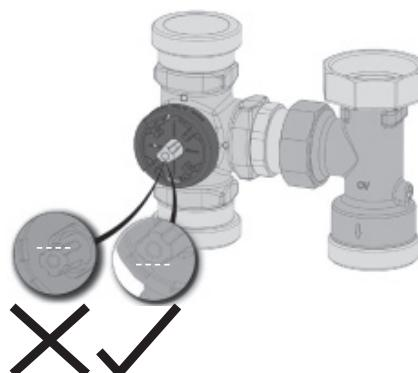

Рис. 17
3. Проверить положение вентильной вставки смесителя. Ее плоская сторона должна указывать вниз и быть выровнена по горизонтали (рис. 17). В этом положении вставка перекрывает подающую линию.